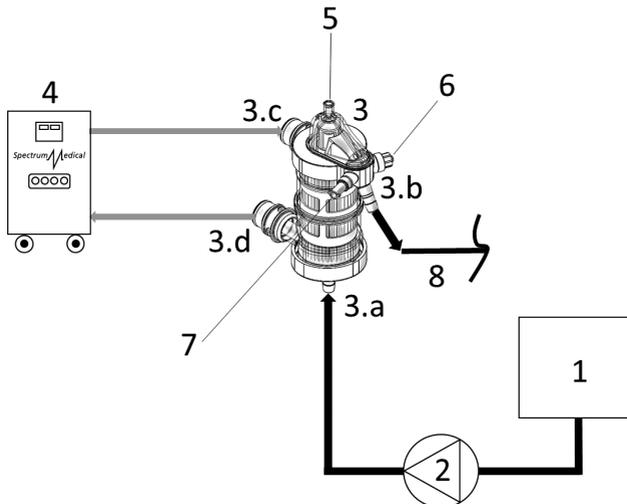

Fig. 2
- Kontroller at O-ringen er plassert på HTF-kontaktene (ref. 3c og 3d på fig. 2).
4. Fjern beskyttelseshettene fra kontaktene på HTF-siden av enheten (ref. 3c og 3d på fig. 2).
5. Koble rørene til Spectrum Medical Quantum Heater-Cooler System-varmekjøleren (ref. 4 i fig. 2) til enheten (ref. 3c og 3d i fig. 2) ved hjelp av hurtigkoblingskontaktene (hunn).
2. Fjern beskyttelseshetten fra blodinnløpskontakten (ref. 3a i fig. 2).
4. Fjern beskyttelseshetten fra blodutløpskontakten (ref. 3b i fig. 2).
6. Luerlås-rensenskontakten (ref. 5 på fig. 2) må kobles til en renseslange utstyrt med stoppekran. Renseslangen må være utstyrt med enveisventil for å forhindre tilbakestømning inn i enheten.
8. Koble en ekstra renseslange til overtrykksventilen (ref. 6 i fig. 2).
10. Før den YSI-kompatible temperatursonden inn i sondekoplingen til enheten (ref. 7 i fig. 2).
1. Åpne renseslangen (ref. 5 i fig. 2).
2. Klem enhetens utløpslange og start den kardioplegiske pumpen (ref. 2 i fig. 2) ved lav strømnig (30–40 ml/min).
4. Lukk renseslangen (ref. 5 i fig. 2).